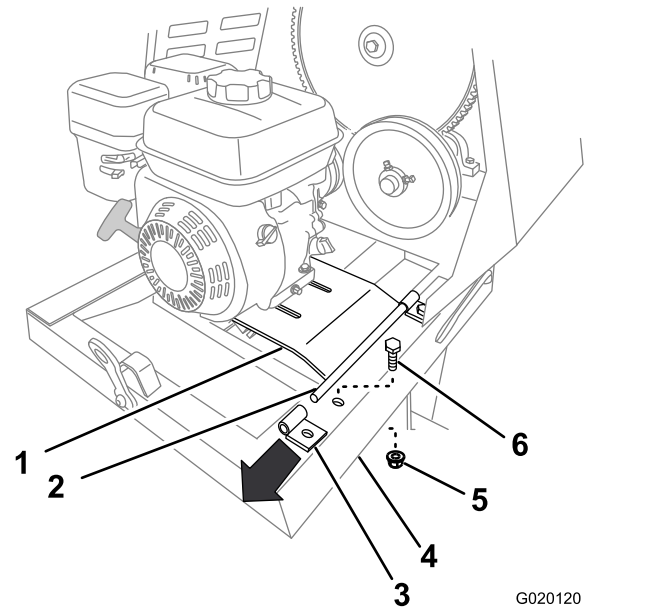

Figura 48
8. Retire el perno y la tuerca que fijan el soporte trasero de la bisagra de la chapa del motor al bastidor de la máquina (Figura 48).
9. Tire hacia arriba del borde trasero de la chapa del motor y retire el soporte de la bisagra (Figura 48).
6. Sujete el soporte trasero al bastidor de la máquina usando el perno y la tuerca (Figura 48) que retiró en el paso 8 de Cómo retirar el motor \(página 35\).